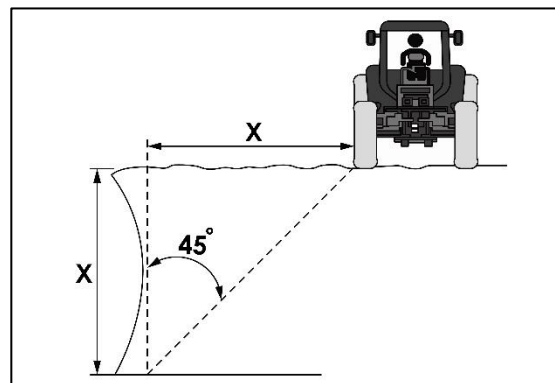

Fig. 74 : PRÉVENTION D'UN RENVERSEMENT LATÉRAL
- Ne pas travailler à proximité immédiate des talus ou fossés afin de prévenir tout risque d'effondrement. Le tracteur ne doit jamais s'approcher ni se trouver à une distance inférieure à la hauteur d'un talus ou d'un fossé (Fig. 74).